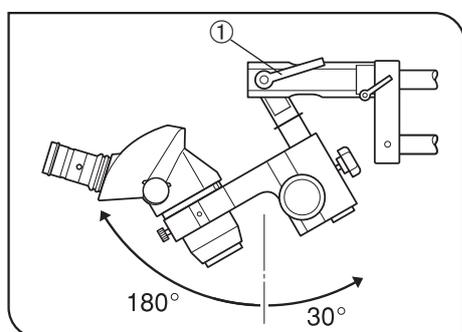

fig. 19
4. Para inclinar o corpo do microscópio para a frente ou para trás, solte a alavanca de aperto da inclinação ①. (fig. 19)